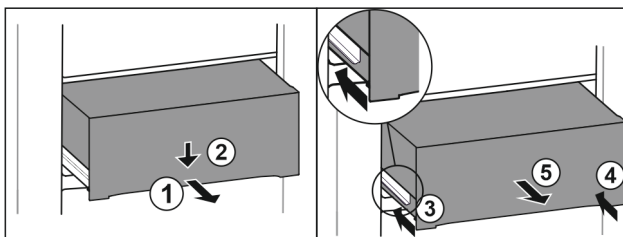

Fig. 114
- ▶ Lade er half uittrekken. Fig. 114 (1)
- ▶ Schuiflade aan de voorzijde omlaag drukken. Fig. 114 (2)
- ▶ Linker rail ca. 2 cm inschuiven. Fig. 114 (3)
- ▶ Rechter rail ca. 2 cm inschuiven. Fig. 114 (4)
- ▶ Lade naar voren toe verwijderen. Fig. 114 (5)